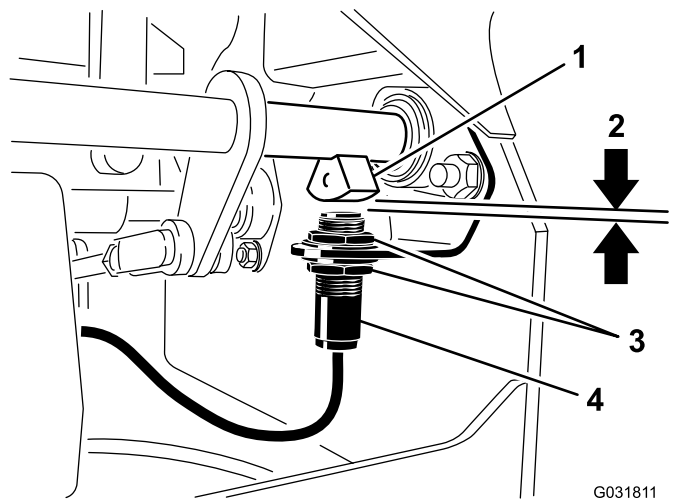

Рисунок 46
4. Переместите выключатель вверх или вниз по кронштейну так, чтобы расстояние между датчиком вала тормоза и штоком выключателя составляло 4 мм, как показано на Рисунок 46.